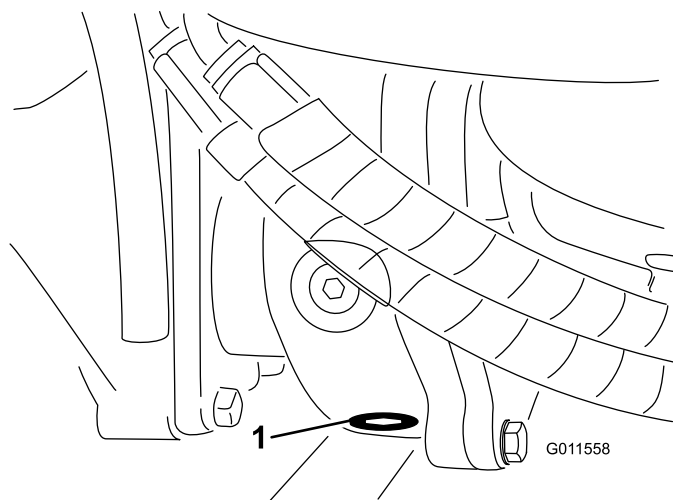

Figure 92
5. Nettoyez la surface autour du bouchon de vidange au bas du boîtier d'engrenages (**Figure 92**).